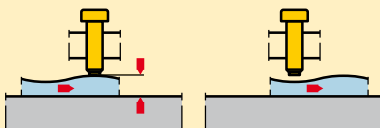

Abbildung 7
Im rechten Teil der Abbildung 7 ist zu erkennen, dass sich beim starren Spannen die Spannung sofort löst, sobald sich eine maßliche Veränderung des Werkstücks im Spannbereich einstellt.
- Spannschrauben (Abb. 7).